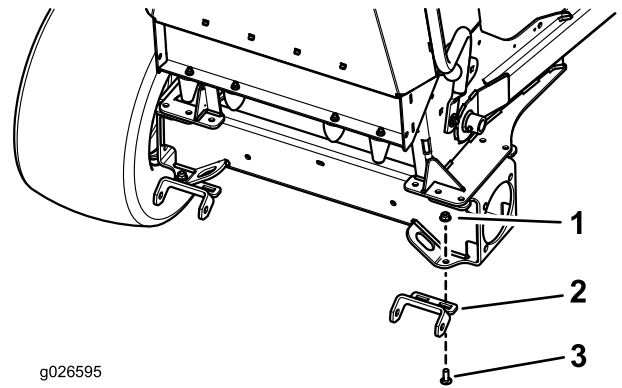

Figura 2
2. Instale los soportes de montaje en la máquina con 2 pernos de cuello cuadrado (3/8" x 1") y 2 tuercas con arandela prensada (3/8") (Figura 2).